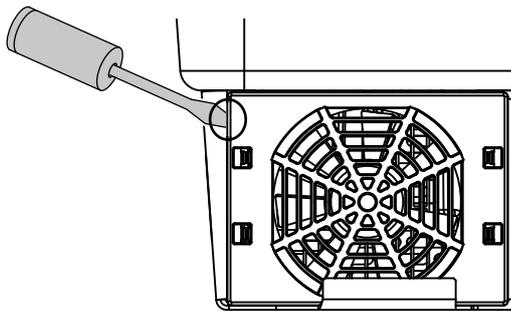

Fig. 71 : démontage de la grille du ventilateur
2. Démontez le ventilateur. Pour cela, insérez un tournevis sur le bord de la grille du ventilateur, puis exercez une légère pression. ☑ Fig. 71